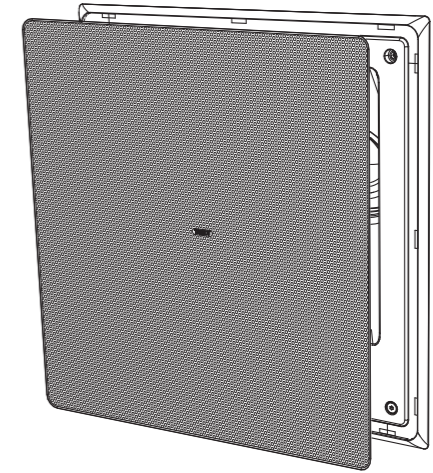

Fig. 21. Install the grille
- La grille doit être soigneusement ajustée en alignant soigneusement les bords de la grille avec le déflecteur et les bords intérieurs du cadre (Fig. 21). Pour éviter les dommages par indentation, n'appuyez pas sur le centre de la grille; appliquez une pression uniforme à chaque coin pendant qu'il est fermement enfoncé en position.